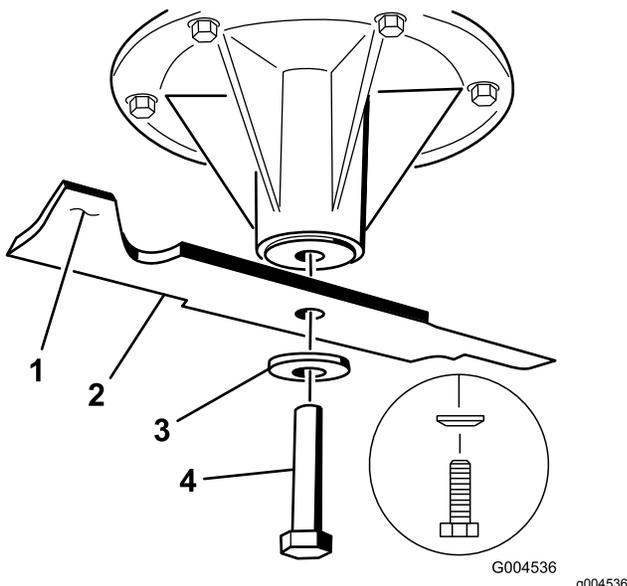

Figura 81
- Montate la lama sull'asse del fusello (Figura 81).
- Montate il disco elastico e il bullone della lama (Figura 81).
Nota: Il cono del disco elastico deve essere rivolto verso la testa del bullone (Figura 81).